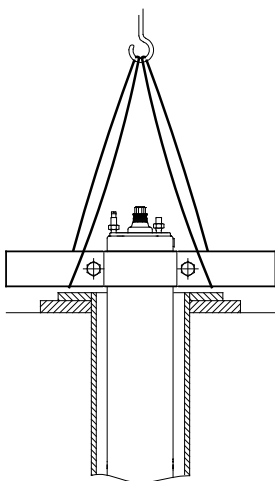

Fig. 19 Motor i vertikalt läge
2. Placera motorn vertikalt vid borrhålsförseglingen. Se fig. 19.